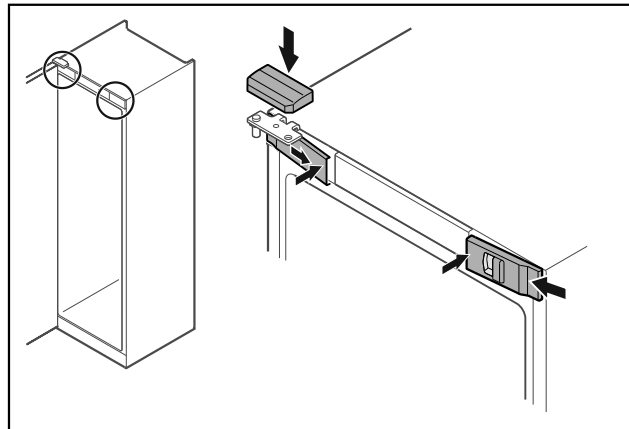

Fig. 50
- ▶ Akassza be oldalt az előző burkolatokat Fig. 50 (1), és belül pattintsa be.
- ▶ Felülről pattintsa be a felső burkolatot Fig. 50 (2).